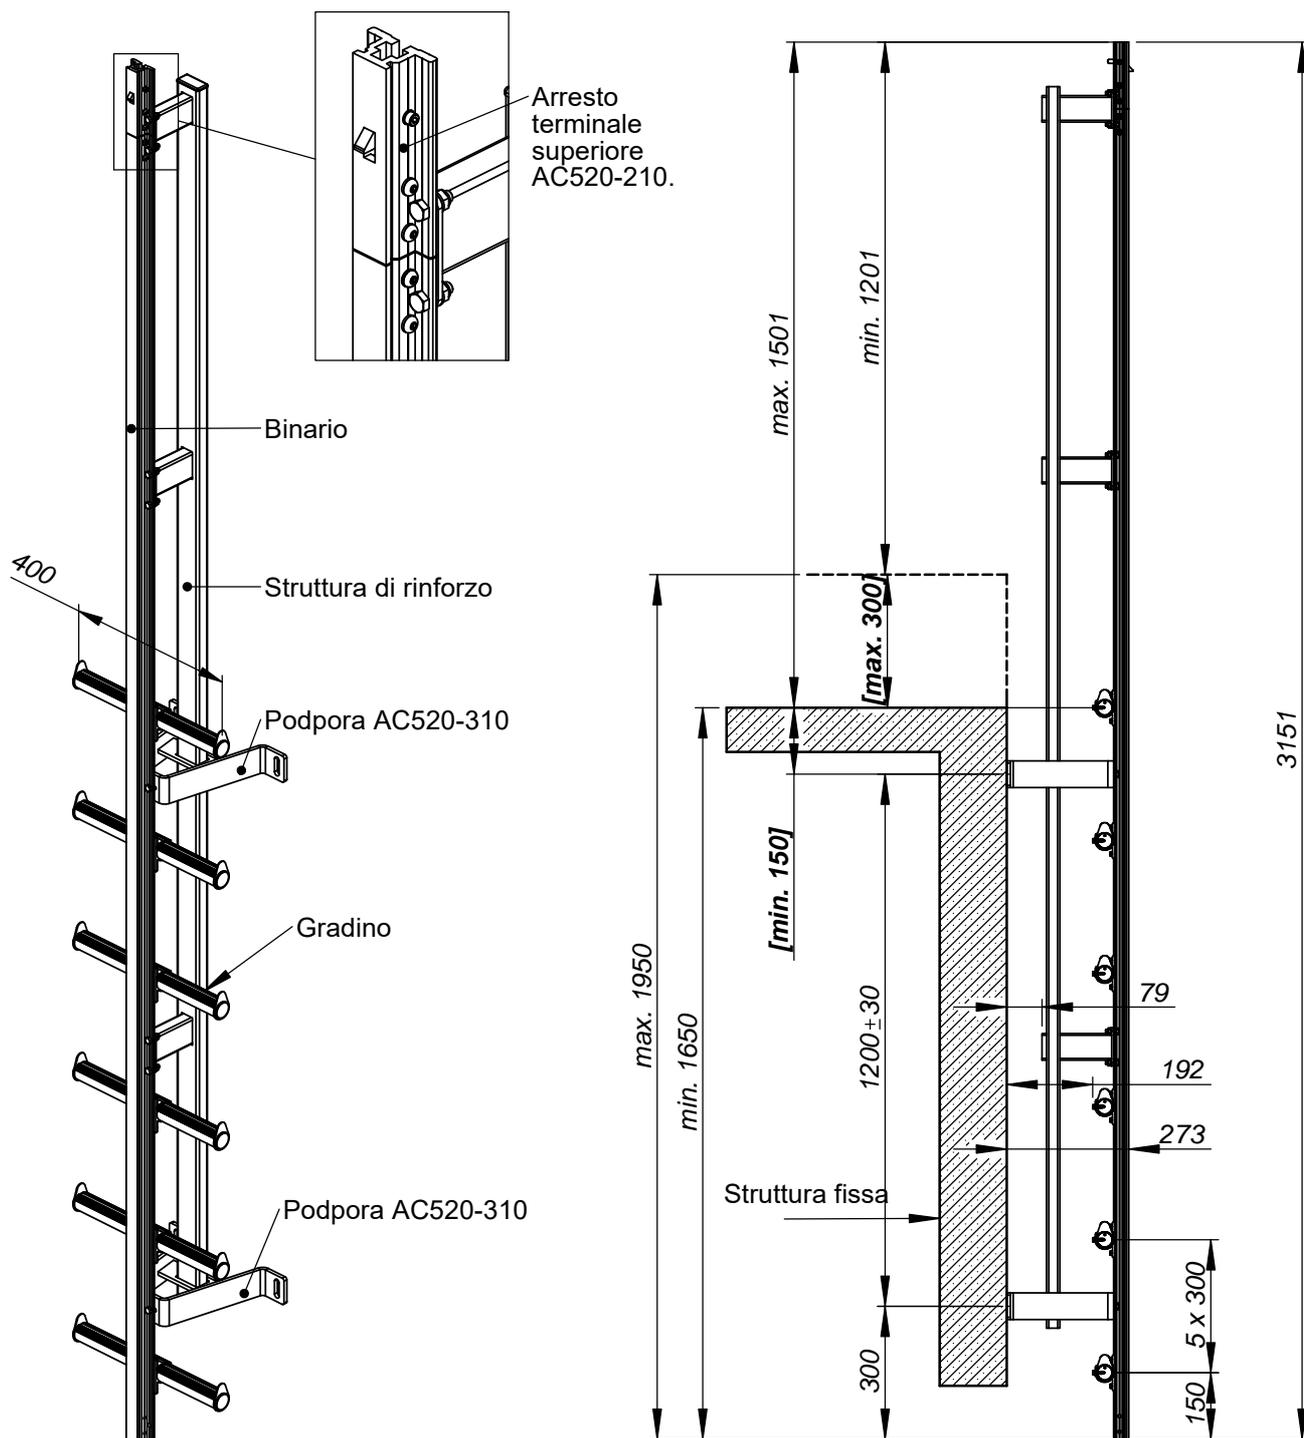

Fig. 5.1.1
5.1.1 AC520-110 - SEGMENTO DELLA SCALA DRITTO PER L'USCITA SUL TETTO (Fig. 5.1.1)